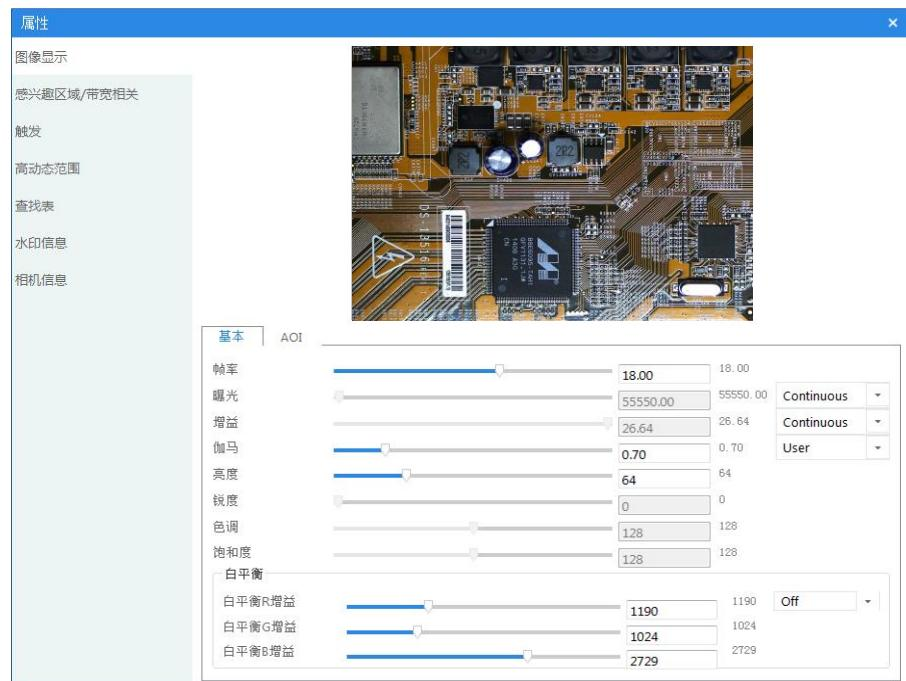

图3-5 展开设备属性
- 在设备列表区选中设备后，在菜单栏依次点开设置→属性，即可打开设备的中文属性窗口，也可以对相机进行相应的配置操作，如图 3-5 所示。